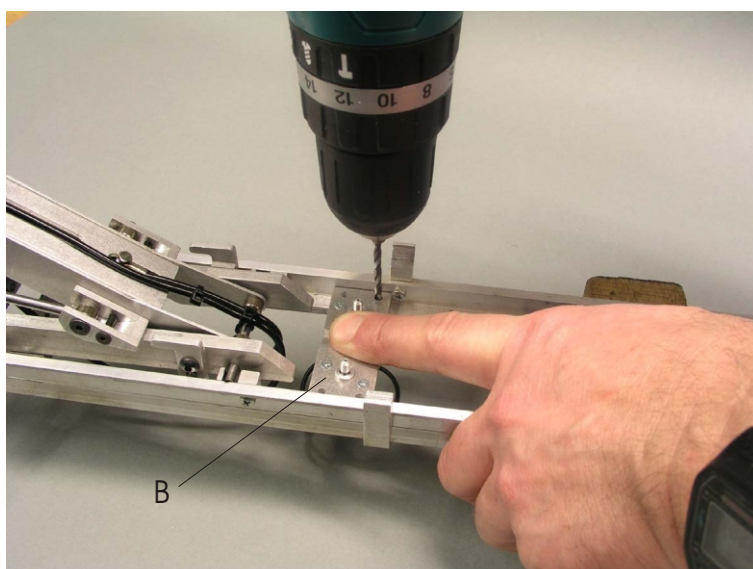

Bild 12
Die Schlauchführung von unten kann man auch gut auf dem Bild 12 sehen!
Legen sie die gesamte Einheit an gezeigter Stelle mittig in den Rahmen und schieben ihn bis an die Befestigungsschrauben (1). Für den nächsten Arbeitsschritt ist es nötig die beiden Hubzylinder am Rahmen zu lösen und die ganze Einheit nach hinten zu klappen (siehe auch Bild 12). Dazu entfernen Sie bitte einfach die Schrauben der Zylinderhalter am Rahmen (die in den Langlöchern).